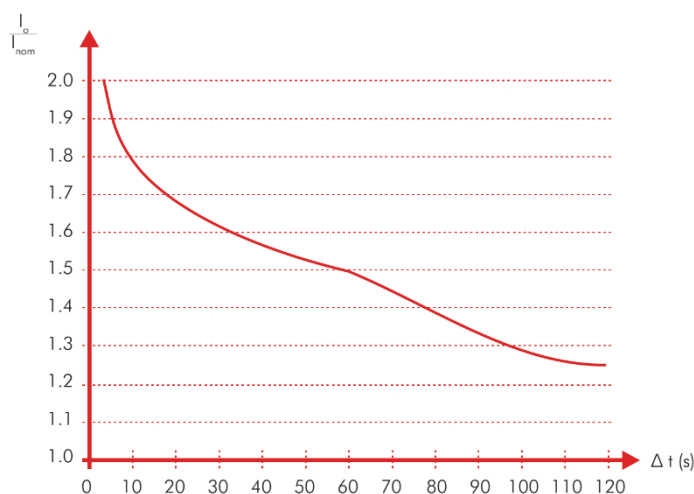

Figura 8.1: Curva de sobrecarga dos IGBTs.
- Uma sobrecarga a cada 10 minutos. Na tabela foram apresentados apenas dois pontos da curva de sobrecarga (tempo de atuação de 1min e 3 s). A curva completa de sobrecarga dos IGBTs é apresentada na Figura 8.1.